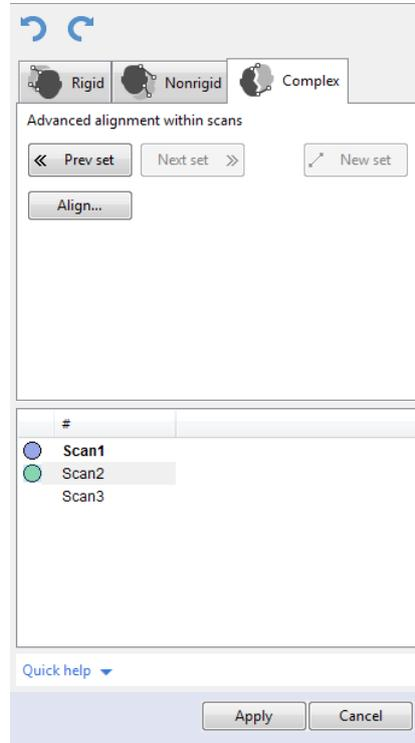

Abbildung 77: Bedienfeld *Ausrichten*: Tabulator *Komplex*.
1. Sicherstellen, dass der *Komplex*-Tabulator selektiert ist (siehe Abb. 77).